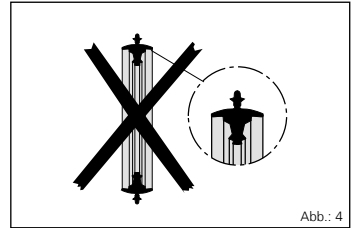

Abb.: 4
- Die Original-Profildichtringe der Kabuflex/Unicor-Wellrohre dürfen nicht verwendet werden (siehe Abb.: 4).